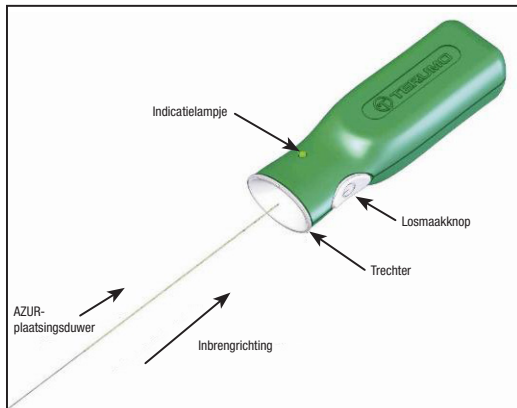

Afbeelding 1 – Opstellingsdiagram AZUR-systeem
1. Raadpleeg het opstellingsdiagram in afbeelding 1.
5. Gebruik standaard interventionele procedures om toegang te krijgen tot het bloedvat met een katheter. De binnendiameter (BD) van de geleidekatheter moet groot genoeg zijn voor contrastmiddelinjectie terwijl de microkatheter is geplaatst. Hierdoor kan trajectplanning aan de hand van fluoroscopie worden uitgevoerd tijdens de procedure.